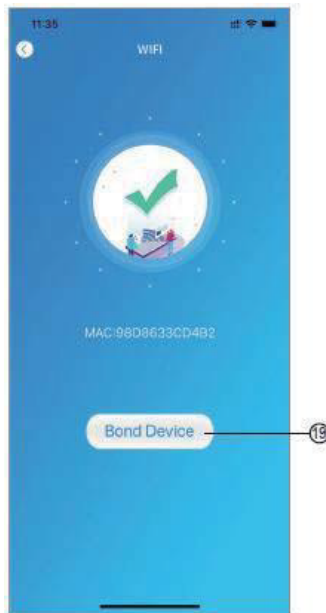

Fig.16 Interface du dispositif de liaison
- Retourner la page pour configurer l'interface réseau Fig. 14), cliquer @ pour rejoindre le réseau WLAN, cliquer @ pour annuler, cliquer @) pour tourner la page suivante (Fig. 15); cliquer @ pour relier le dispositif (Fig. 16);